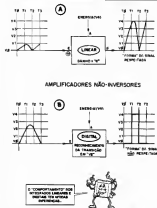
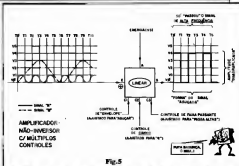
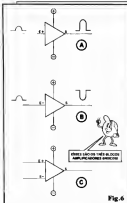

Fig. 1
Fig.5
Fig. 6
Fig. 1-A - Gráfico de "formas de sinal" relativos a um bloco LINEAR básico. Note que o bloco tem os acessos "mínimos" necessários: alimentação, ENTRADA e SAÍDA..., tratando-se, no caso, de um mero AMPLIFICADOR NÃO-INVERSOR (que não "inverte" a polaridade ou "sentido de crescimento" do sinal ou nível aplicado à sua ENTRADA, portanto...), com ganho (fator de amplificação pré-determinado em "4" (os níveis aplicados à ENTRADA ficam, ao "passar" pelo bloco, quatro vezes maiores, dentro de rigorosa proporcionalidade...)). Note que as subdivisões horizontais do gráfico se referem a intervalos de TEMPO ( $T_0$ ,  $T_1$ ,  $T_2$ , etc.), enquanto que as divisões verticais penetram níveis de TENSÃO ( $V_0$ ,  $V_1$ ,  $V_2$ , etc.). Observe, então, os "envelopes" ou formatos dos sinais presentes na ENTRADA e na SAÍDA do bloco: o "desenho" ou "forma" do sinal está, na SAÍDA, respeitado com relação aos parâmetros da ENTRADA... No TEMPO também o sinal não sofre nenhum "alongamento" ou "retardamento"... A única modificação que o bloco efetuou sobre o sinal foi "ampliá-lo" por um fator de 4 ou seja: seus níveis momentâneos de TENSÃO (em cada "momentinho" do sinal...) ficaram 4 vezes
FIG. 1-B - Gráficos do sinal relativos a um bloco DIGITAL básico... Conforme já dissemos, um bloco DIGITAL básico pode ser considerado como um "amplificador radical", tipo "tudo ou nada". A sua principal característica é a óbvia não linearidade ou não proporcionalidade momentânea! O bloco/exemplo tem os mesmos três acessos básicos (alimentação, ENTRADA e SAÍDA) e a mesma condição não-inversora vistas no gráfico anterior, porém o seu "comportamento" é... radical. Estabelecido previamente que o "ponto de transição" para o "reconhecimento" do sinal presente na ENTRADA, está no nível de TENSÃO V2, notem que a meia senóide, na forma de uma suave "onda" que sobe e desce em rampas "maneiras" (presente na ENTRADA), "vira" uma abrupta e nítida forma retangular na SAÍ-
Notem uma coisa importante: em ambos os exemplos da fig. 1, o nível máximo "alcançável" pelo sinal na SAÍDA corresponde ao próprio nível de TENSÃO da ali-
FIG. 2 - BLOCO LINEAR AMPLIFICADOR NÃO-INVERSOR, COM ACESSO DE CONTROLE OU "PROGRAMAÇÃO" DO GANHO... Quando mostramos o exemplo básico do bloco da fig. 1-A, dissemos - apenas para fixar os parâmetros do tal exemplo - que o ganho (fator de amplificação de TENSÃO...) do dito bloco estava situado em "4"... Na prática, contudo, os blocos desse gênero (Integrados Lineares Amplificadores) costumam apresentar pelo menos um "acesso" extra, destinado justamente à programação "externa" do ganho ou fator de amplificação... No diagrama da fig. 2 esse acesso é representado pelo terminal "C", através do qual, via arranjo externo (que estudaremos com detalhes em futuras "Aulas" e "Lições"...), podemos - dentro de certa faixa - determinar "o quanto" vai ser amplificado o sinal... Se ajustarmos
tal ganho para um fator "2", os gráficos de ENTRADA e SAÍDA mostram o que ocorre com o sinal aplicado ao bloco... Enquanto na fig. 1-A a amplitude do sinal era quadruplicada, agora esta é duplicada... Norem que no instante T3, com o nível de ENTRADA atingindo V1, a SAÍDA mostra um nível V2 (duas vezes maior...). Nos momentos T0 e T4, quando o nível do sinal de ENTRADA está em "zero", nesse mesmo nível nulo se manifesta o sinal na SAÍDA... Já ao longo de toda a "rampa" de "subida" e de "descida" do sinal de ENTRADA, a amplificação se mostra proporcional, com o que o "envelope" ou "forma" do sinal, na SAÍDA, fica "igual, porém maior" do que o posto à ENTRADA... Observem ainda aquele sinalzinho de (+) junto ao terminal "E" de ENTRADA, fazendo a indicação de que o bloco é NÃO-INVERSOR (quando o sinal "sobem" na ENTRADA, também o faz na SAÍDA, quando "desce" na ENTRADA, faz o mesmo na SAÍDA...). É bom que o Leitor "Aluno" fixe bem as características desse bloco/exemplo, já que o AMPLIFICADOR LINEAR NÃO-INVERSOR COM PROGRAMAÇÃO DE GANHO é o "básico dos básicos", dentro da sua "raça"...
- FIG. 5 - BLOCO AMPLIFICADOR LINEAR COM DIVERSOS CONTROLES EXTERNAMENTE ACCESSÍVEIS (GANHO, "FORMATO" DO SINAL E FAIXA "PASSANTE" DE FREQUÊNCIAS DO SINAL...) - As possibilidades de acesso e controle externo (quase sempre efetuado com o auxílio de componentes discretos acoplados...) das "nuances" funcionais de um bloco LINEAR não ficam por aí... O diagrama/exemplo mostra que com mais um terminal de controle (C3) podemos, com a ajuda sempre de conjuntos R-C cuidadosamente calculados, "filtrar" o funcionamento do bloco, de modo inclusive a condicionar a passagem de sinais apenas se eles estiverem dentro de determinada faixa de frequências...! Observem com atenção, notando que o ganho foi programado em "4" (via terminal de controle C2), a forma do sinal foi induzida a um "aquecimento" (via terminal C1), enquanto que a "faixa passante" foi situada em "apenas altas frequências" (via acesso C3). Praticamente todas essas "parâmetros" são feitas - na prática - com Resistores e/ou Capacitores ex-
co/exemplo da fig. 5 dá uma idéia básica das raças dos Integrados - na prática - apresentarem "tantos" picos e "pernas"...! Enfim, "eles" fociarão "específicos detalhes" se mostrarem apenas os acessos elementares (ENTRADA, SAÍDA e Alimentação...)! Quanto mais controles e acessos externos para determinar "nuances" funcionais tivermos num Integrado, na verdade mais versátil o "bichinho" será, já que poderemos tranquilamente "tendenciar" seu funcionamento em vários sentidos, com o uso de componentes discretos externamente acoplados e cuidadosamente calculados! É aí que reside toda a maravilha da "raça" dos LINEARES: a relativamente ampla possibilidade que temos de intervir no seu funcionamento (embora "ele" seja um bloco circuito quase que completo em si próprio...)! A propósito, num bloco DIGITAL, essas "intervenção" quase sempre não podem ser executadas (e, quando podem, o são por métodos radicalmente diferentes, conforme estudaremos quando for oportuno...)!
- FIG. 6 - OS AMPLIFICADORES OPERACIONAIS - Na verdade, todos os blocos/exemplos mostrados da fig. 1 até a fig. 5 (fora o diagrama I-B...), constituem módulos de AMPLIFICADORES OPERACIONAIS típicos! Chamamos de AMPLIFICADOR OPERACIONAL (ou ainda pela abreviação "Amp Op", ou mesmo por "Op Amp", resultado da abreviação do termo em inglês...) aos blocos amplificadores multi-função, dotados de certo número de acessos e controles externos, basicamente destinados a "manipular" o nível de Tensão do sinal aplicado. Idealmente apresentam ganho (fator de amplificação) intrínseco muito alto, faixa passante de frequências bastante ampla, faixa de Tensões de Alimentação também relativamente ampla, uma (ou duas...) ENTRADA, uma SAÍDA, terminais de alimentação (simples ou "dupla" - detalhes mais adiante...) e eventuais acessos para controle do sinal, do ganho, de faixa passante, etc. Nos diagramas, universalmente os Amp. Op. são simbolizados com a estrutura triangular vista na figura...
- FIG. 6-A - Diagrama estrutural de um AMPLIFICADOR OPERACIONAL NÃO INVERSOR... A única ENTRADA ("E" +) recebe o nível ou sinal que - por sua vez - surge na SAÍDA sem inversão de fase ou de polaridade ("sentido"...), depois de devidamente "manipulado" em ganho (e - eventualmente - em outros parâmetros...). Alguns pontos importantes a considerar:
FIG. 6-B - Diagrama simbólico de um AMPLIFICADOR OPERACIONAL INVERSOR... Em todo idêntico ao bloco não-inversor, com a única e óbvia diferença de... INVERTER a polaridade, a fase ou o "sentido" de "subida/descida" do sinal aplicado à sua ENTRADA. Valem, aqui todos os pontos e considerações relativos ao bloco não-inversor quanto às possibilidades de controles externos do ganho, da forma do sinal, da faixa de frequências "passante" e dos limites teóricos de excursão do nível do sinal, na SAÍDA...
- FIG. 6-C - Diagrama do "verdadeiro" AMPLIFICADOR OPERACIONAL... Este, na prática, para maior funcionalidade e versatilidade aplicativa, quase sempre é dotado de DUAS ENTRADAS, sendo uma INVERSORA ("E-") e uma NÃO-INVERSORA ("E+"). Notem que cada uma das duas ENTRADAS funciona exatamente conforme foi descrito nos exemplos específicos anteriores. Entretanto, a eventual utilização simultânea das suas duas ENTRADAS leva a um interessante conjunto de fenômenos e características, que devem ser assimilados pelo Leitor/Aluno", desde já!